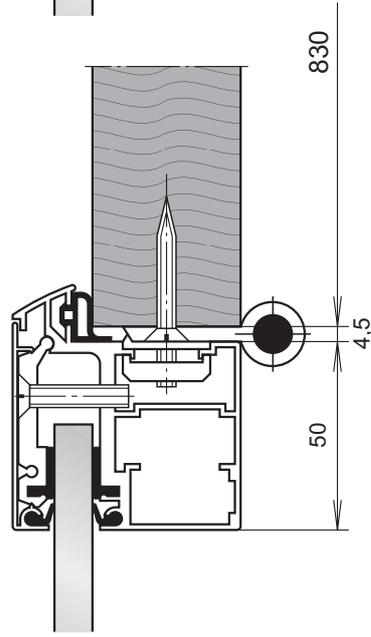

Рис.18
- полнотелые с сотовым заполнением - рис.18;
В эту же раму можно устанавливать различные типы полотен стандартных размеров со штатными петлями перегородки STANDART. На рис.18,19,20 показаны горизонтальные сечения этих полотен. Из них с нестандартными размерами могут применяться только полностью стелые полотна с сотовым заполнением толщиной 40мм. Требования к ним такие же, как и к стеклянным дверям.